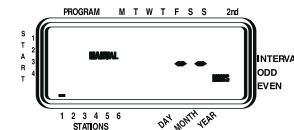

Figure 13
- Appuyer sur la touche **MANUEL**. Ensuite, appuyer sur **SUIVANT** trois fois. Un curseur clignotant s'affichera sur la station 1 avec l'indication --MINS [Voir Figure 13].